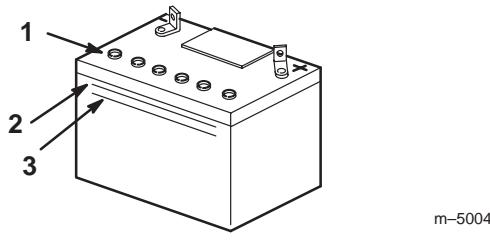

Bild 26
- Sehen Sie sich die Seite der Batterie an. Der Füllstand muss bis zur oberen Linie reichen (Bild 26). Der Säurestand darf nicht unter die untere Linie fallen (Bild 26).
- Nehmen Sie die Entlüftungsdeckel von der Batterie ab (Bild 26).
- Gießen Sie langsam destilliertes Wasser in jede Batteriezelle, bis der Säurestand die obere Linie (Bild 26) am Batteriegehäuse erreicht.
- Warten Sie nach dem Füllen der Batteriezellen fünf bis zehn Minuten. Gießen Sie bei Bedarf destilliertes Wasser in jede Batteriezelle, bis der Säurestand die obere Linie (Bild 26) am Batteriegehäuse erreicht.